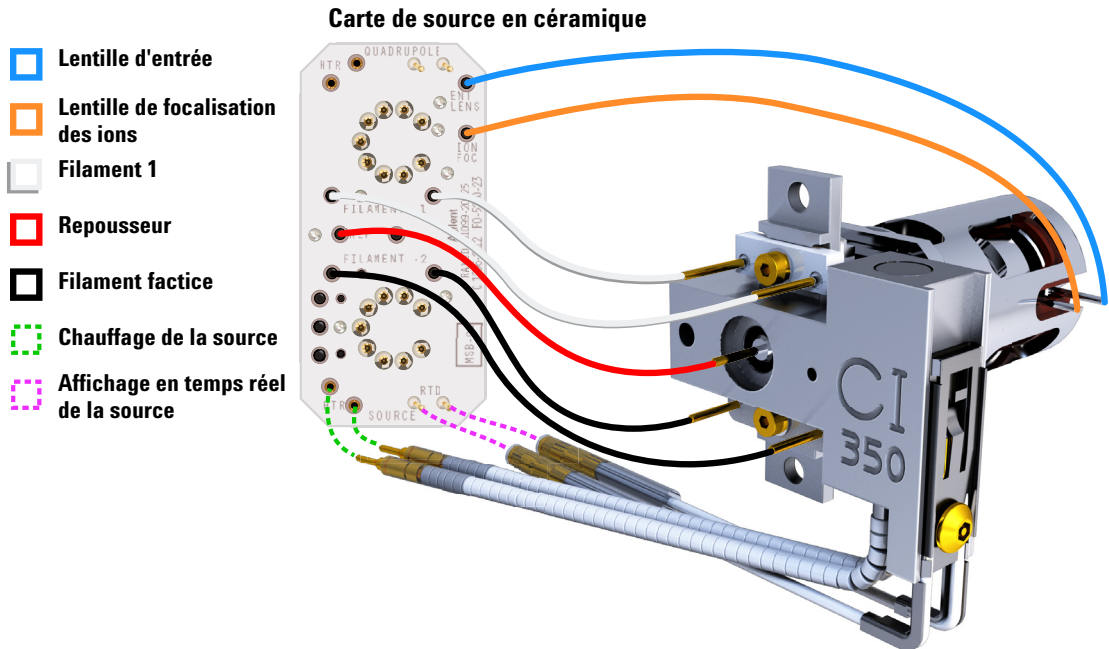

Figure 76. Câblage reliant la carte de source en céramique et la source
- 1 Utiliser des pinces pour brancher/débrancher les fils de la carte en céramique au niveau des connecteurs de la source. (Voir **Figure 76.**)
- 2 Utiliser des pinces pour brancher/débrancher les fils du chauffage de la source au niveau de la carte de source en céramique. (Voir **Figure 76.**)